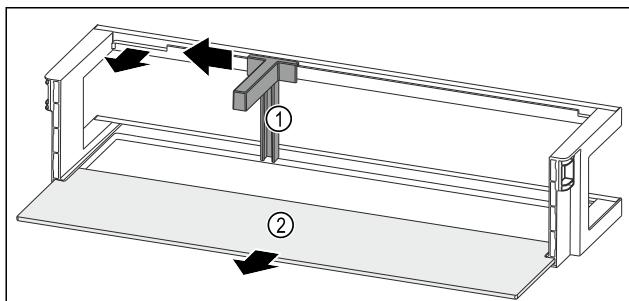

Fig. 89 Odkladací priestor vo dverách s držiakom fliaš a odkladacou plochou
- Potlačte držiak fliaš Fig. 89 (1) až k vybraniu do strany.
- Odoberte držiak fliaš Fig. 89 (1).
- Odoberte odkladaciu plochu Fig. 89 (2).